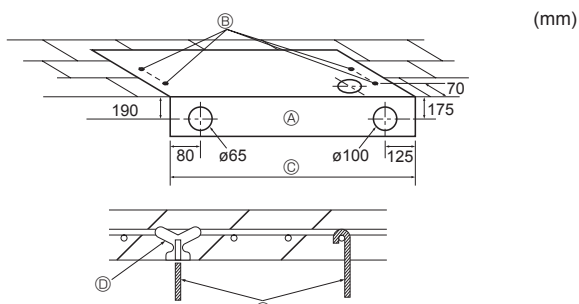

Fig. 3-3
3.2.3. Wybór śrub podwieszających i położenia rur (Fig. 3-3)